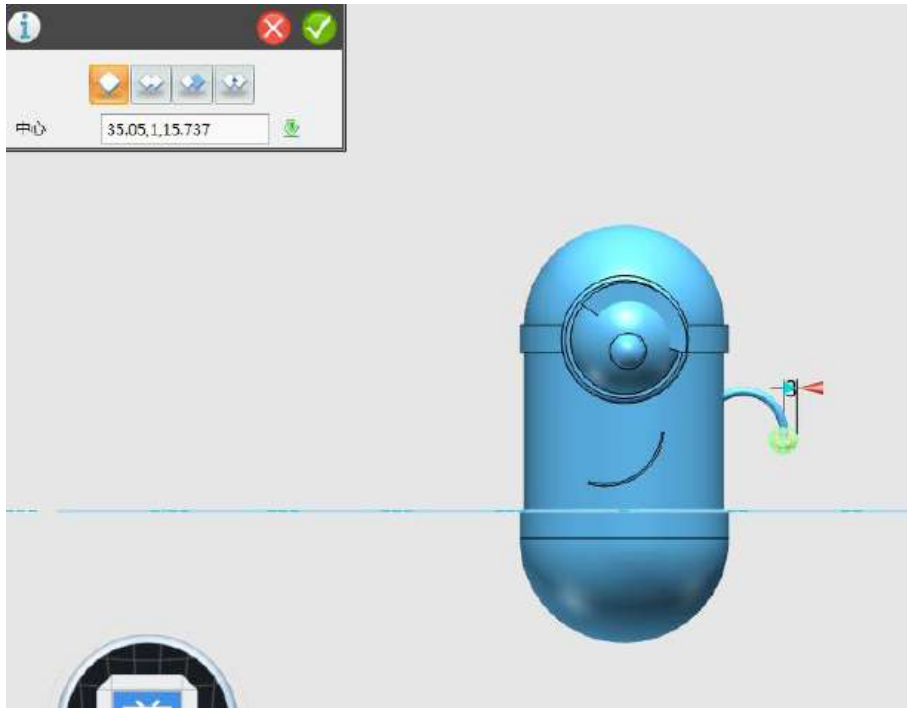

图 1-33
Step 33 点击前视图，选择球体命令，在手臂末端位置绘制一个半径为 3 的球体，如下图 1-33 所示：